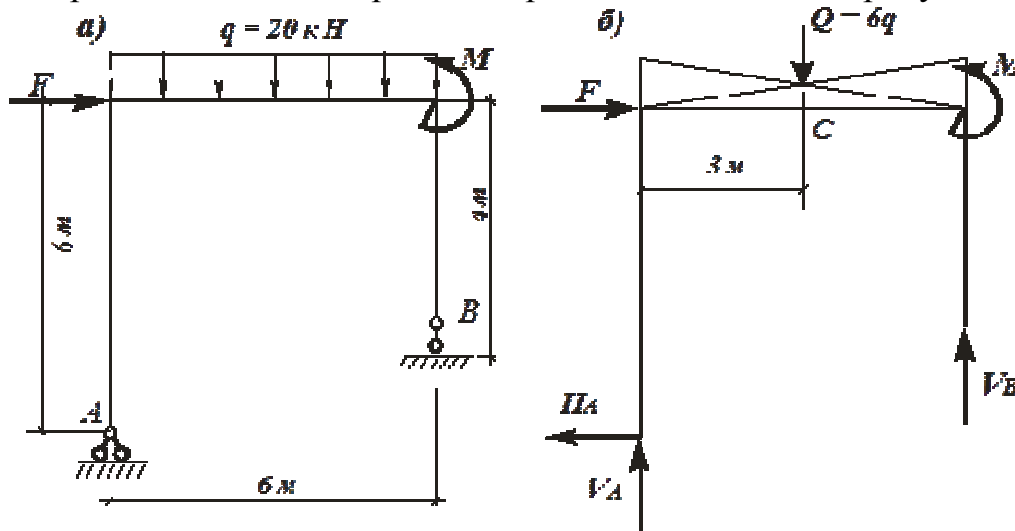

Рисунок 3. Расчетная схема рамы и объект равновесия:
1. Рассмотрим равновесие рамы. Мысленно освобождаем раму от связей на опорах (рис. 3, б) и выделяем объект равновесия.